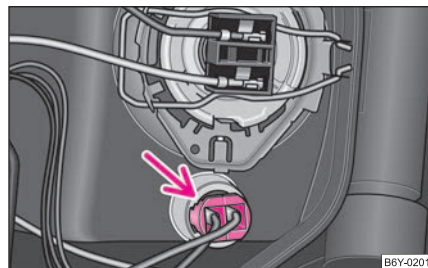

Fig. 173 Dépose de l'ampoule du feu de stationnement avant
- Extrayez du phare la douille avec l'ampoule du feu de stationnement ⇒ page 196, fig. 173.